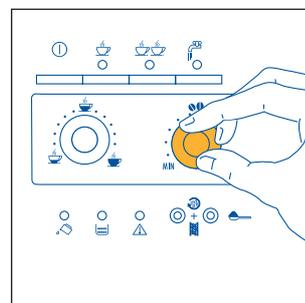
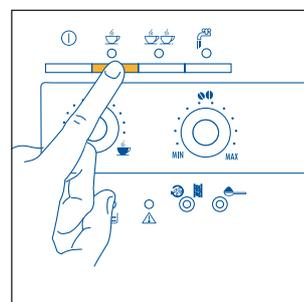
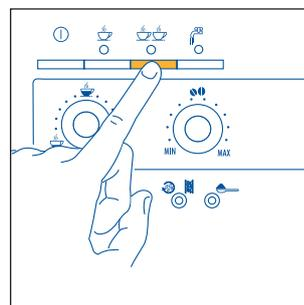
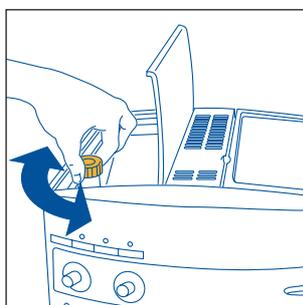

Fig.7
Fig. 12
Fig. 13
Fig. 17
- 2) Réglez le bouton de droite (fig. 7) pour programmer le goût désiré du café. Plus vous tournez dans le sens des aiguilles d'une montre et plus la quantité de grains à moudre augmentera et donnera un café plus fort. Lors de la première utilisation, il faut procéder par tentatives et faire plusieurs cafés pour trouver la bonne position du bouton. Attention à ne pas trop tourner dans le sens des aiguilles d'une montre, le café risquerait de couler trop lentement (goutte à goutte) surtout si vous devez faire deux tasses de café.
- 5) Appuyez sur la touche ☕ (fig. 12) si vous désirez faire un café ou sur la touche ☕☕ (fig. 13) si vous désirez faire 2 cafés. *La machine va maintenant moudre les grains et exécuter une brève pré-infusion avant de compléter la sortie de café dans la tasse.*
- 7) Pour arrêter la machine, appuyez sur la touche ①. *Avant de s'arrêter, la machine exécute automatiquement un rinçage : un peu d'eau chaude sortira des buses et coulera dans l'égouttoir.* • Attention à ne pas vous brûler! Si vous n'arrêtez pas la machine avec la touche ①, elle s'éteindra toute seule 3 heures après le dernier usage et après avoir exécuté un bref rinçage.
**NOTA 1: Si le café coule goutte à goutte ou s'il ne sort pas du tout**, tournez le bouton de réglage de la mouture (fig. 17) d'un cran dans le sens des aiguilles d'une montre (voir § 6). Tournez d'un cran à la fois jusqu'à obtention d'un débit satisfaisant
**NOTA 2: si le café coule trop vite et que la crème n'est pas satisfaisante**, tournez légèrement le bouton de droite (fig.7) dans le sens des aiguilles d'une montre. Procédez par tentatives et faites plusieurs cafés pour trouver la bonne position du bouton. Attention à ne pas trop tourner dans le sens des aiguilles d'une montre, le café risquerait de couler trop lentement (goutte à goutte) surtout si vous devez faire deux tasses de café. Si, au bout de quelques cafés la crème obtenue n'est pas satisfaisante, tournez également le bouton de réglage de la mouture (fig.17) d'un cran en sens inverse des aiguilles d'une montre (voir § 6).
**NOTA 4:** pendant que la machine fait le café, vous pouvez interrompre la sortie à tout moment en appuyant sur la touche  (fig. 12) ou  (fig. 13) précédemment sélectionnée.
**NOTA 5 :** dès que le café a fini de couler, si vous souhaitez augmenter la quantité, il suffit de maintenir la pression sur la touche  (fig. 12) ou  (fig. 13) précédemment sélectionnée jusqu'à obtenir la quantité désirée (cette opération doit être exécutée dans les 3 secondes après que le café a fini de sortir).
Pour résoudre ce problème, il faut régler le degré de mouture du moulin à café en tournant le bouton de réglage (fig. 17) d'un cran en sens inverse des aiguilles d'une montre (voir chap. 6)
Le moulin à café ne doit pas être réglé, du moins au début, puisqu'il est préréglé en usine pour que le café coule correctement. Cependant, si après les premiers cafés le café coule trop vite ou trop lentement (goutte à goutte) vous devez régler le problème en agissant sur le bouton de réglage du degré de mouture (fig. 17). Pour obtenir une sortie plus rapide du café (sans gouttes) tournez le bouton d'un cran (égal à un chiffre) dans le sens des aiguilles d'une montre.